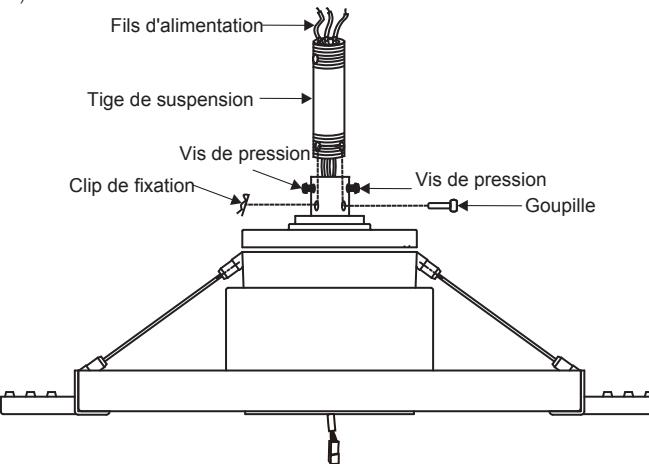

Fig. 9
Étape 6. Desserrez les deux vis de pression et enlevez la goupille ainsi que le clip de fixation de l'accouplement sur le dessus du moteur.(Fig. 9)
Replacez ensuite la goupille et le clip de fixation. Serrez les deux vis de pression.(Fig. 9)